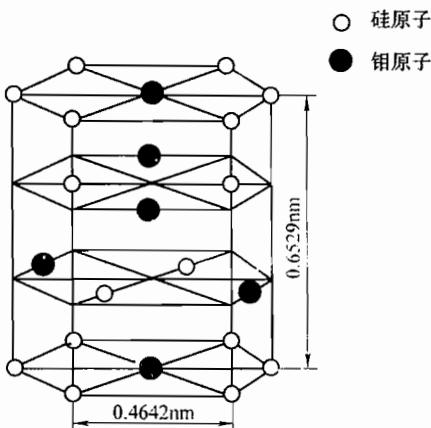
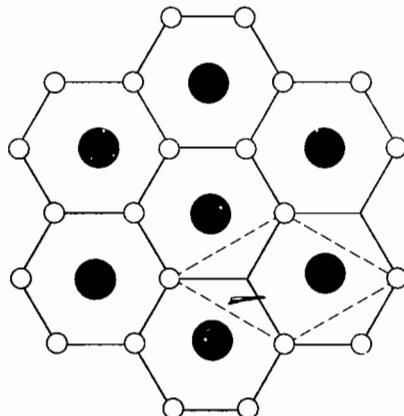

图 2-1 第一题第 i 小题图
图 2-3 第一题第 1 小题解答图
1. 某著作中给出六方点阵 MoSi_2 的错误晶胞如图 2-1 所示。指出其错误所在，画出一个正确的六方晶胞，并给出 a 、 c 点阵常数的数值。
1. 图 2-1 中钼原子与硅原子所示位置为非等同点，不符合节点选取的规则。图 2-3 中虚线所示为正确的六方晶胞的 (001) 面。